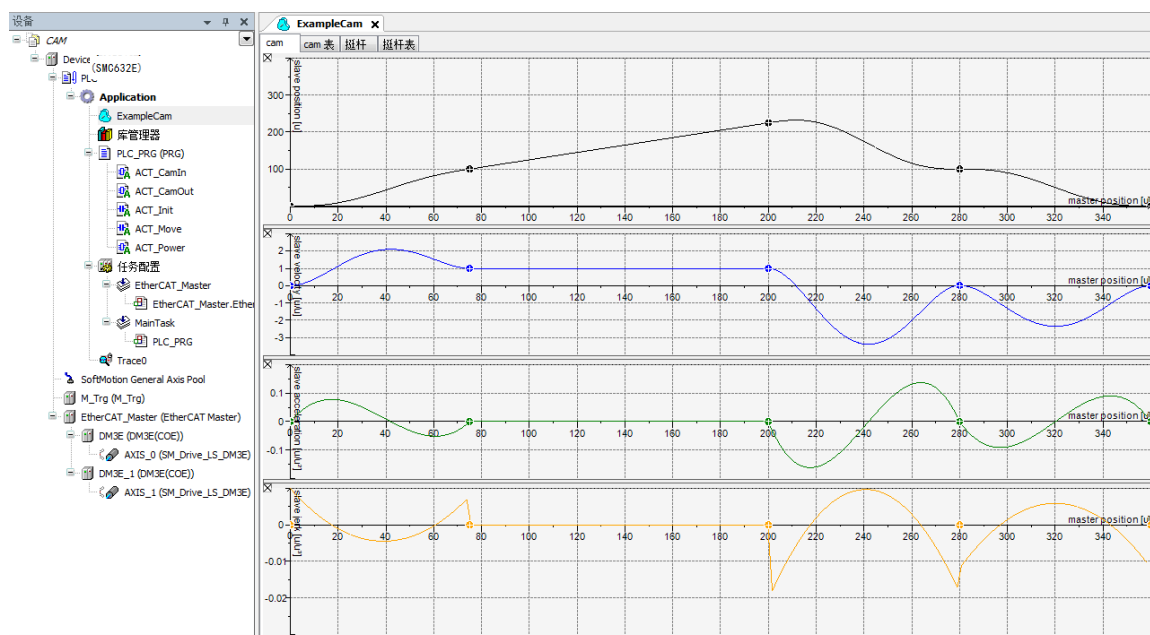

图 6.15 配置凸轮表数据
- 2) 右击工程设备栏中的“Application”，选择“添加对象”-“cam 表”，命名为 ExampleCam 并打开，添加如图 6.14 相应的凸轮表参数，如图 6.15 所示；